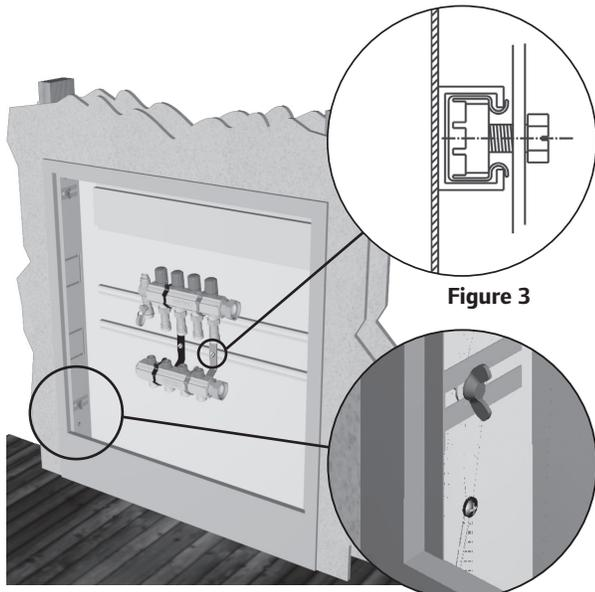

Figure 3
1. Insérez les écrous à cage (inclus) dans le profilé de fixation (voir **Figure 3**).